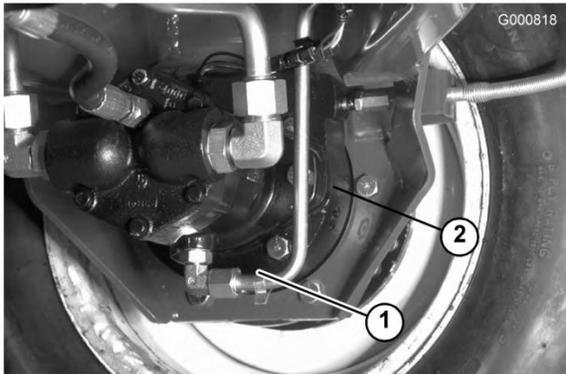

Figure 69
3. Retirez les deux bouchons au bas du carter de frein pour permettre à l'huile de s'écouler (Figure 69).